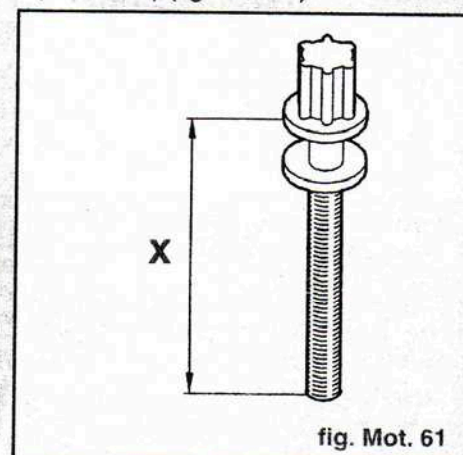

fig. Mot. 61
- Longueur sous tête X = 133,3 mm (maximum) (fig. Mot. 61).